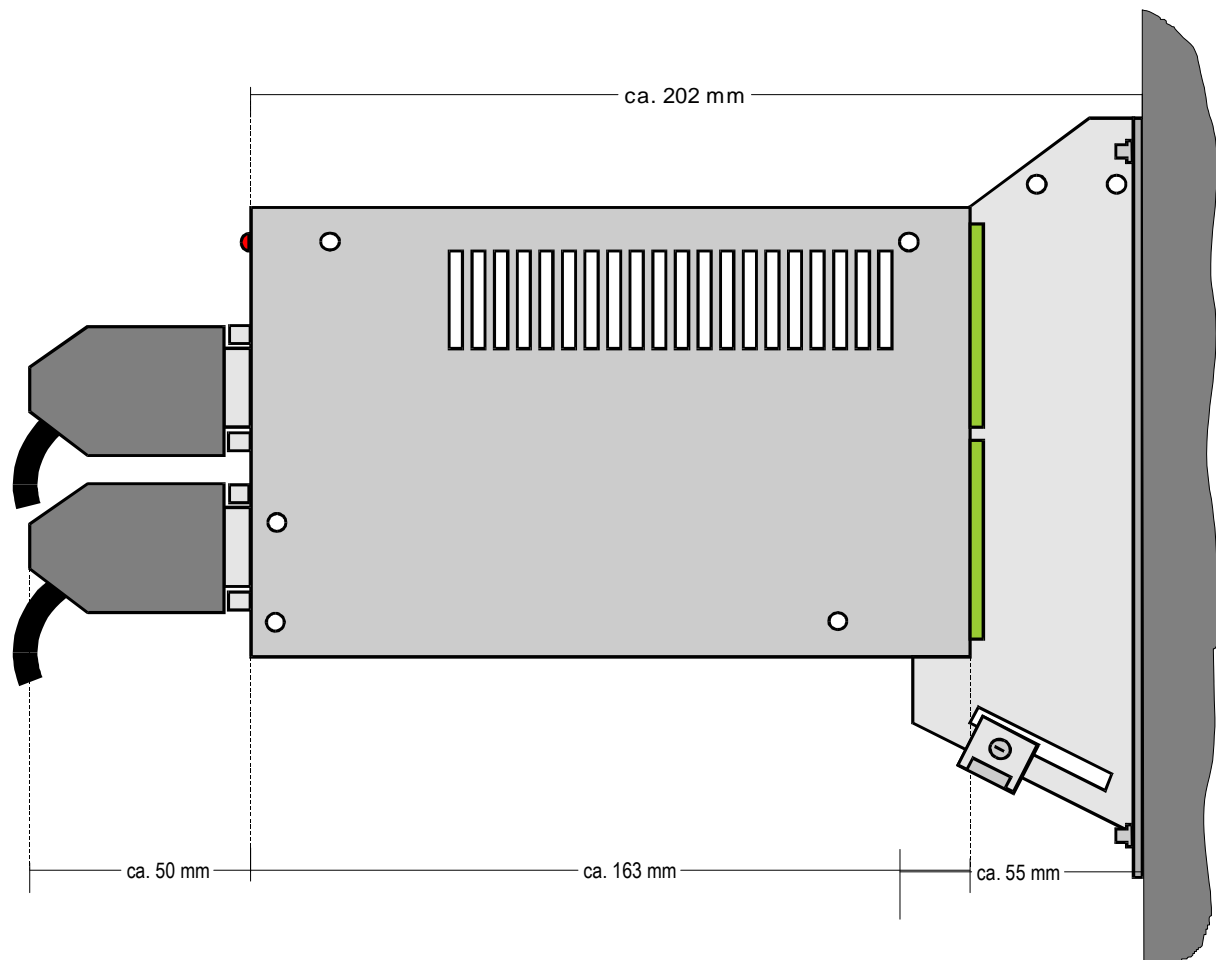

Abbildung 36: Seitenansicht RBD 325-4/6S
- ❖ Die Einbaulage ist senkrecht, der Befestigungswinkel für die Wandmontage ist zu nutzen, siehe Abbildung 36